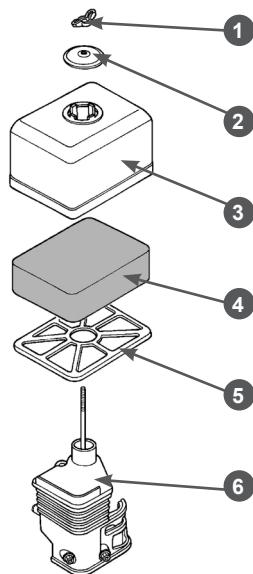

Рис. 21 Обслуживание воздушного фильтра
1. Открутите барашковую гайку 1, снимите шайбу 2 и крышку 3 воздушного фильтра в сборе с фильтрующим элементом 4 и сепаратором 5 (Рис. 21).
2. Извлеките из крышки 3 сепаратор 5 и фильтрующий элемент 4 (Рис. 21).
4. При незначительном загрязнении промойте поролоновый фильтрующий элемент 4 (Рис. 21) теплым мыльным раствором и просушите. Поврежденный или сильно загрязненный поролоновый фильтрующий элемент замените.
6. Произведите очистку крышки 3 воздушного фильтра, сепаратора 5 и основания 6 воздушного фильтра, не допуская попадания грязи и пыли в воздухопровод, ведущий к карбюратору (Рис. 21).